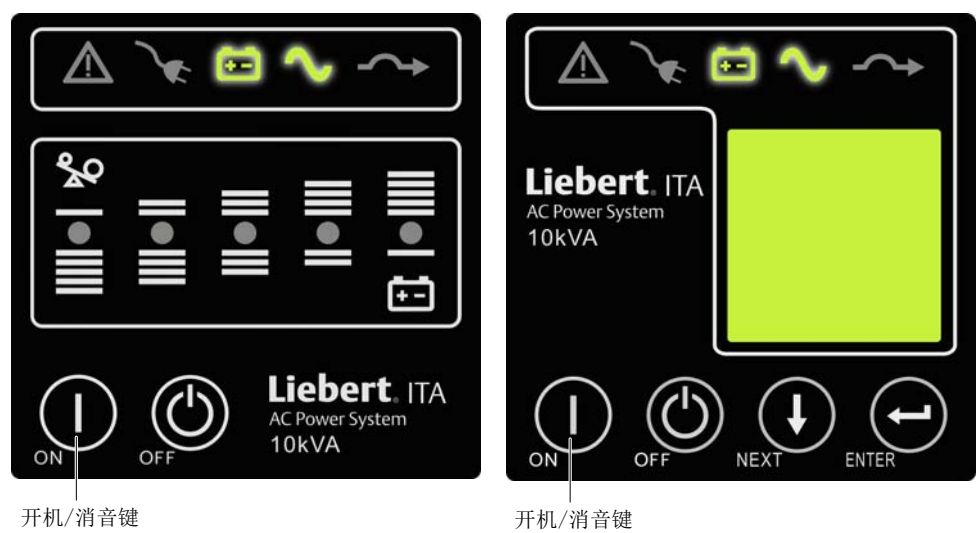

图2-30 指示灯状态
2. 按开机/消音键 1 秒以上，等待约 30 秒后，UPS 将自动切换至逆变待机模式，此时逆变指示灯闪烁。待 UPS 有输出后，逆变指示灯亮，如图 2-30 所示。